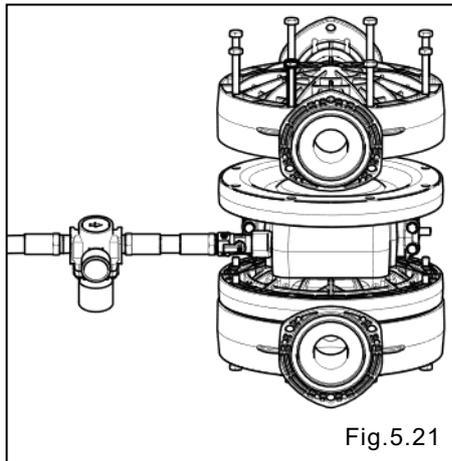

Fig.5.21
- Finalmente, cuando el diafragma toque la cámara de aire y no haya espacio con la cámara de aire, instale la otra cámara de líquido, con el aire aún siendo alimentado (Fig.5.21)